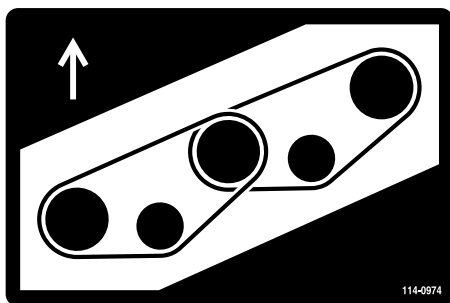
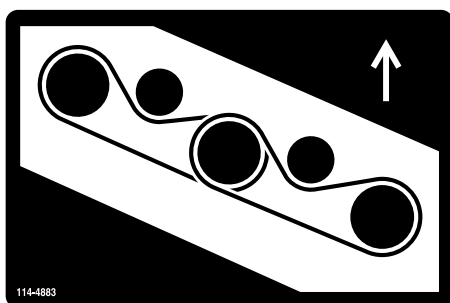

図 84
図 85
5. 新しいベルトを、スピンドルプーリとアイドルプーリアセンブリに回しかける（図 84 と図 85）。